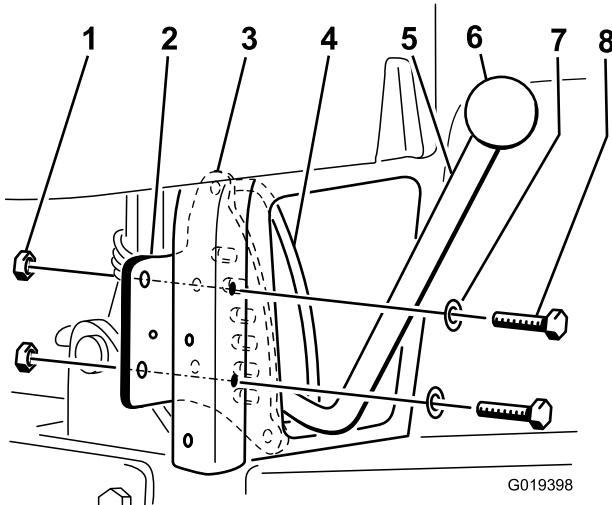

Figura 3
Nota: A pega deve passar entre a placa de detenção e o guia da pega (Figura 3).
- 7. Instale a placa de detenção na parte posterior do tubo vertical traseiro direito da estrutura com 2 parafusos (5/16 x 1-1/4 pol.), 2 anilhas e 2 porcas de bloqueio (5/16 pol.) (Utilize as anilhas e as porcas de bloqueio removidas no passo 4). Posicione as peças como se indica em Figura 3.
- 8. Enrosque o manípulo na pega de elevação (Figura 3).